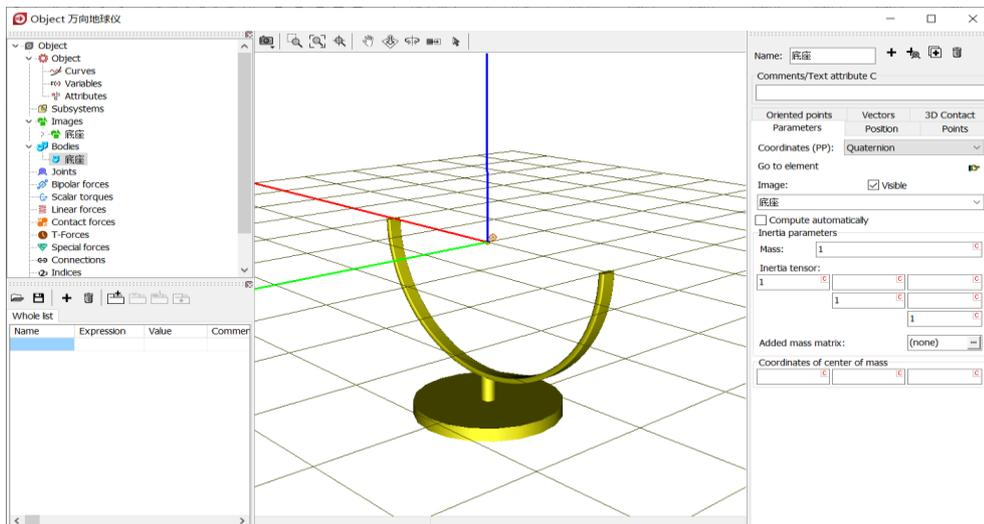

图 2-11
- 5) 在交互界面顶部 **Name** 处将该刚体重名为**底座**，在 **Parameters** 页面下部 **Mass** 处定义质量（国际单位：kg）为 **1**，在 **Inertia tensor** 处定义刚体相对其惯性主轴的转动惯量（国际单位：kg · m²）分别为 **1, 1, 1**，如图 2-11。